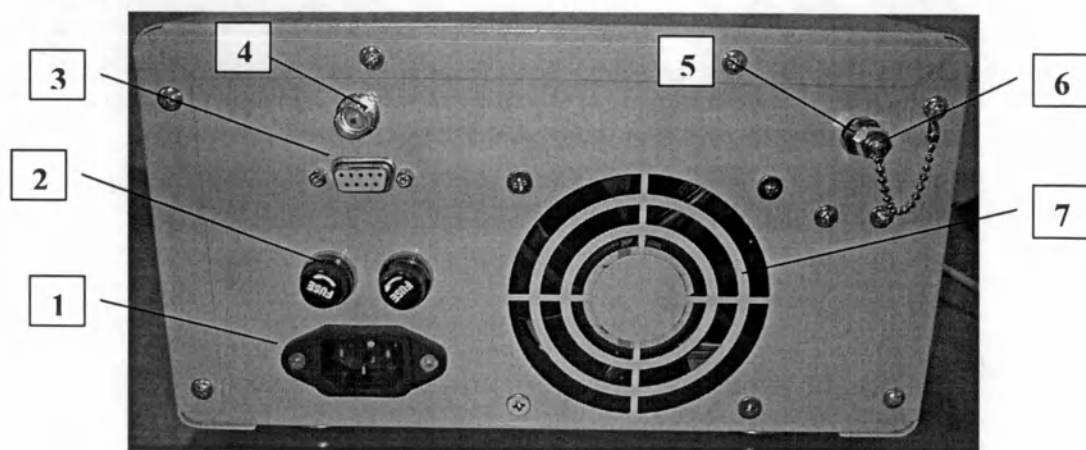

Рисунок 5. Задняя панель аппарата.
2.4.3.2 На задней панели аппарата (Рисунок 5) расположены следующие разъемы: